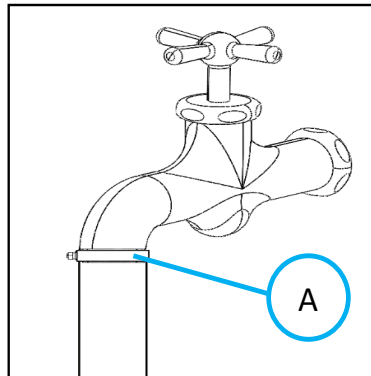

FIGURE 2-14
2. Fixez l'entrée du tuyau à un robinet en poussant son extrémité en caoutchouc sur le robinet et en serrant la pince de serrage (A) (Fig.2-14).